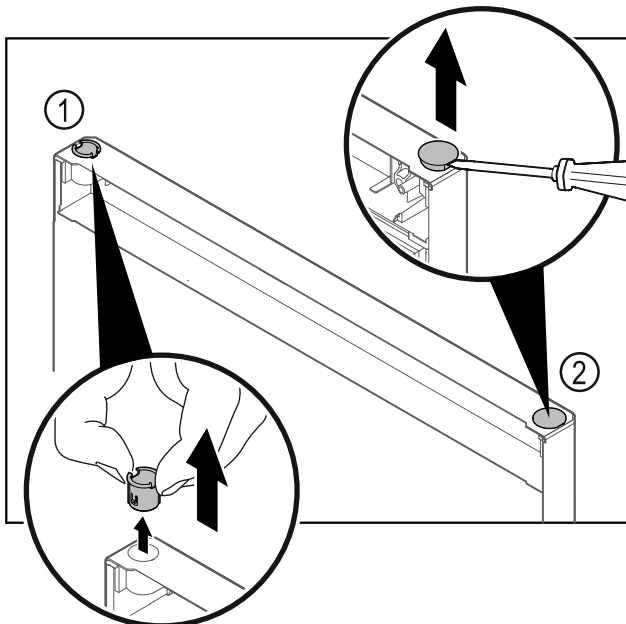

Fig. 28
- Retirer la bague Fig. 28 (1) avec les doigts.
- Soulever délicatement le bouchon Fig. 28 (2) avec un tournevis plat et le retirer.